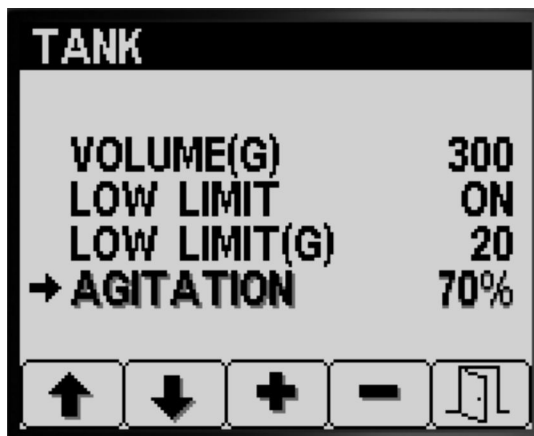

图 15
4. 按 1 号或 2 号按钮可导航至搅拌选项图 15。
5. 按 4 号按钮可选择 AGITATION 搅拌 条目图 15。
6. 一边观察仪表板上的打药机压力表时一边按 3 号或 4 号按钮可升高或降低预设值直至打药机压力处于您在第 2 步中计算的初始搅拌预设压力图 15。